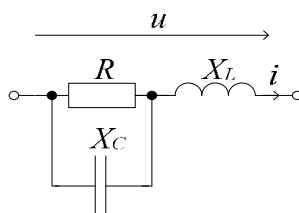

Рис. 68. Электрическая схема задания 10 (задача 2).
2. Для схемы (рис. 68) в таблице 23 заданы сопротивления для первой гармоники и напряжение источника  $u$ . Найти ток  $i$ .